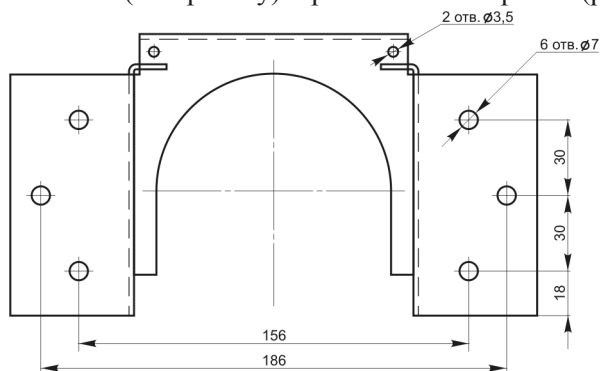

Рис. 3. Крепёжная площадка МПП «Гарант-12КД» во взрывозащищенном исполнении.
6.2. Закрепить крепёжную площадку модуля в соответствии с определенными местами (по проекту) и разметкой отверстий (рис. 3).